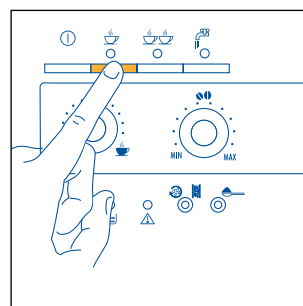
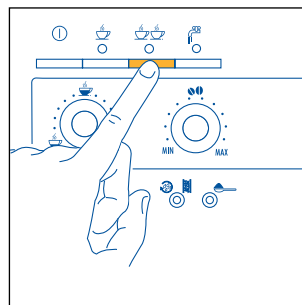

Fig. 12
Fig. 13
- 5) Prima a tecla ☕ (fig. 12) se tiver optado por tirar um café ou a tecla ☕☕ (fig. 13) se desejar tirar 2 cafés. A máquina mói, então, os grãos, efectua uma breve pré-infusão e, depois, completa a extracção do café para dentro da chávena.
NOTA 4: A extracção pode ser interrompida a qualquer momento, enquanto a máquina estiver a fazer o café, bastando para tal premir a tecla ☕ (fig. 12) ou ☕☕ (fig. 13) previamente seleccionada.
NOTA 5: Se, depois de terminada a extracção, desejar aumentar a quantidade de café que está na chávena, mantenha premida a tecla ☕ (fig. 12) ou ☕☕ (fig. 13) previamente seleccionada, até obter a quantidade desejada (esta operação deve ser executada no espaço de 3 segundos após o fim da extracção).